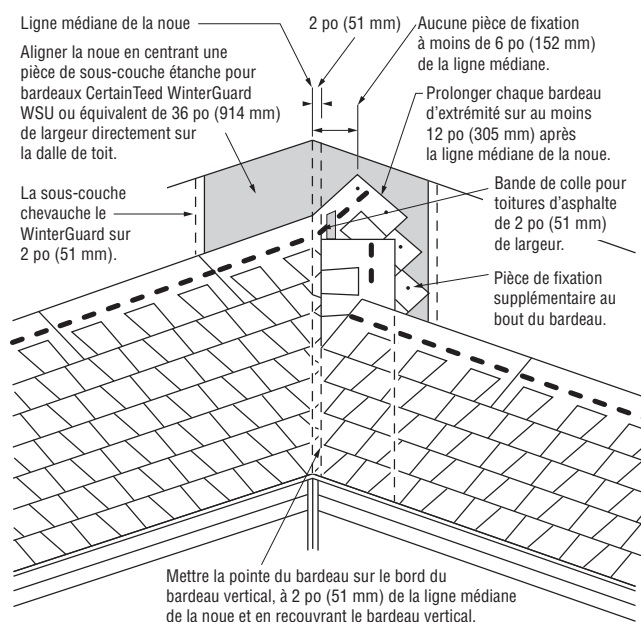

Figure 6-18 : Autre option pour la noue à double tranchis.
- Poser les bardeaux sur le pan de toit adjacent en positionnant le coin inférieur gauche du bardeau de chaque rang à 2 po (50 mm) de la ligne centrale (en l'alignant avec le bord du bardeau vertical) et par-dessus le haut du bardeau vertical. Voir figure 6-18.